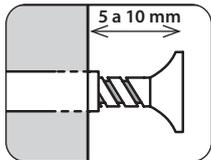

Fig. 17
3. Los tornillos de soporte deben tener una separación de 5 a 10 mm entre la cabeza y la pared de la instalación. (Ver Fig. 17).